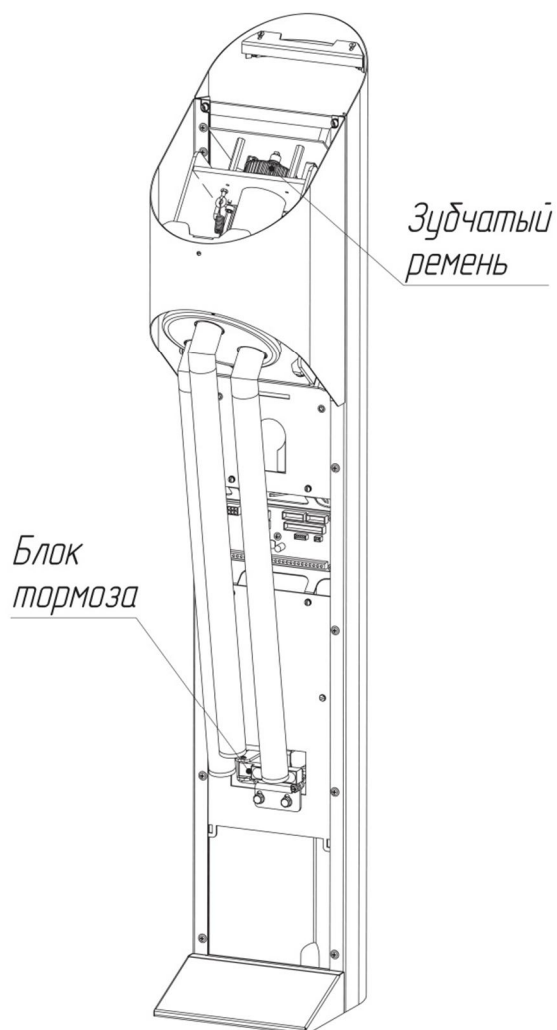

Рис. 11
4.4. Проверьте состояние зубчатого ремня и его натяжение (Рис. 11).
4.5. Проверьте общее состояние резиновой пластины блока тормоза (Рис. 11).